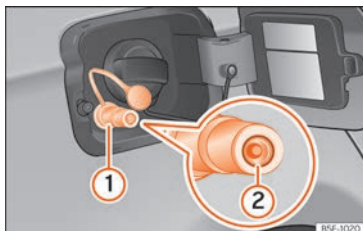

Fig. 277 Tapa del depósito abierta: boca de carga de gas (1), retén de la boca de carga (2).
- Destape la boca de carga de gas » » » fig. 277 (1).